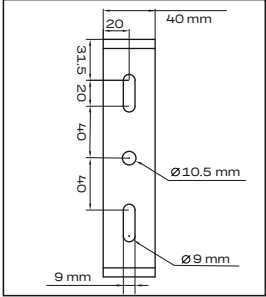
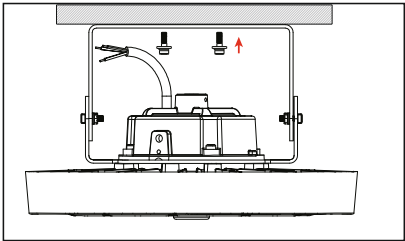

Рис. 1
Рис. 2
- 5.12 Подготовьте отверстия для винтов в потолке в соответствии с указанными размерами монтажного кронштейна типа лира (рис. 1), после чего надежно закрепите кронштейн (рис. 2)